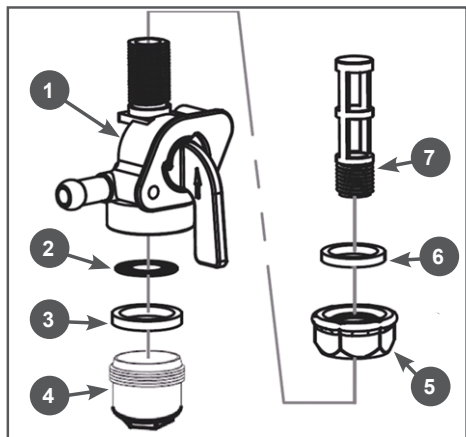

Рис. 16 Устройство топливного крана
Устройство топливного крана показано на Рис. 16.
2. Открутите контргайку 5 (Рис. 16) на 1-2 оборота.